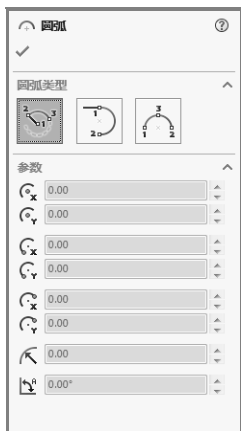
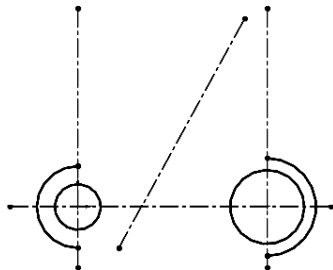

图 2-96 “圆弧”属性管理器
图 2-97 绘制圆弧
④ 单击“草图”面板中的“圆心/起/终点画弧”按钮，弹出如图 2-96 所示的“圆弧”属性管理器，分别以上一步绘制圆的圆心绘制两圆弧，单击“确定”按钮，结果如图 2-97 所示。